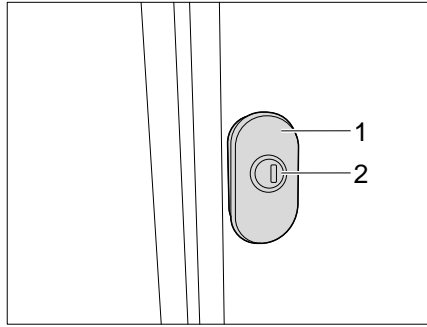
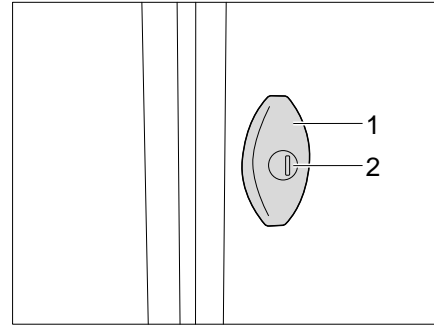

Bild 53 Drehspannschloss (Variante 1)
Bild 54 Drehspannschloss (Variante 2)
- Schlüssel in Schließzylinder (Bild 53,2/Bild 54,2) stecken und eine viertel Umdrehung drehen. Das Klappenschloss ist entriegelt.
- Am Drehspannschloss (Bild 53,1/Bild 54,1) ziehen und um 180° im Gegenuhreigersinn drehen. Die Außenklappe ist geöffnet.
- Drehspannschloss (Bild 53,1/Bild 54,1) im Uhrzeigersinn um 180° drehen. Die Klappe wird an die Dichtung gezogen.
- Schlüssel in Schließzylinder (Bild 53,2/Bild 54,2) stecken und eine viertel Umdrehung drehen. Das Klappenschloss ist verriegelt.